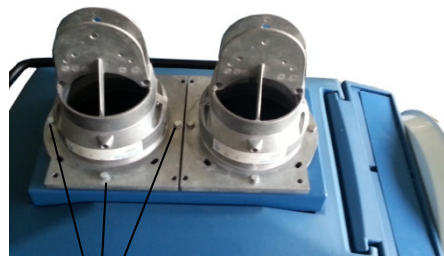

Fig.2
- 2) 1)で乗せたシーリングの上に Fig.2 のようにスイベルを組み付けてください。